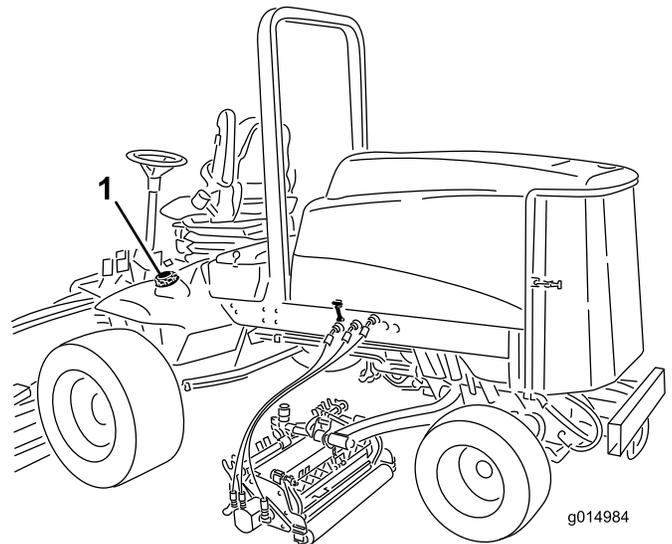

Figure 37
1. Enlevez le bouchon du réservoir de carburant (Figure 37).